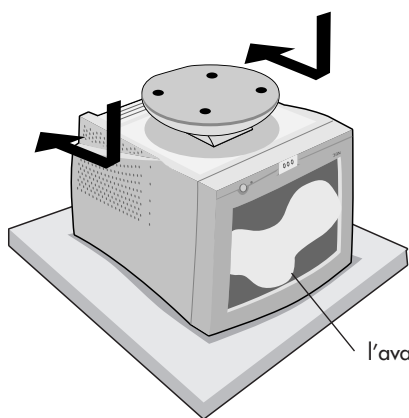

Figure TS-5
2. Appuyez sur le verrou de le socle inclinable/rotatif et glissez le socle inclinable/rotatif vers l'arrière de l'avant du moniteur (**Figure TS.5**).